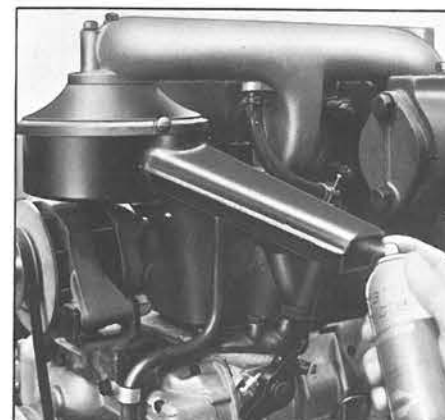

Fig. 20
N.B.: In caso di avviamento in climi particolarmente rigidi è pure consigliato l'impiego dello start pilot sostanza spray in bombolette reperibile in commercio, da spruzzare all'imboccatura del filtro aria durante l'avviamento (fig. 20).
Attention: In climate particularly cold, we advise the employment of start-pilot to be sprayed in the mouth piece of the air filter during starting (fig. 20).